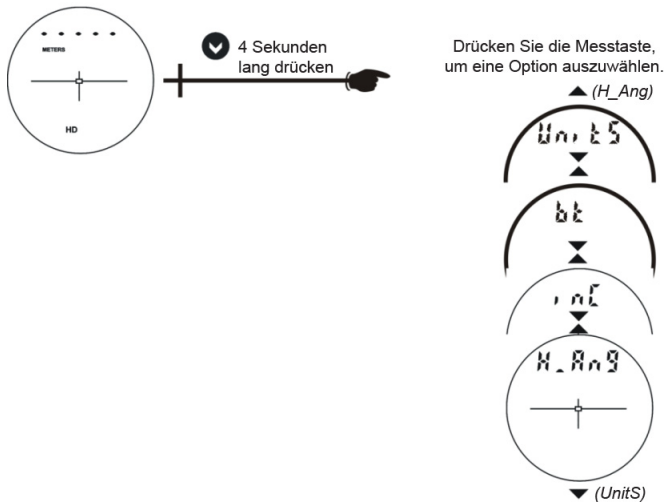

Abbildung 10
Abbildung 10 zeigt einen Überblick über den Systemsetup-Modus, der aus dem Messmodus aufgerufen werden kann. In den folgenden Abschnitten sind die einzelnen Optionen einzeln beschrieben.
1. Halten Sie im Messmodus  4 Sekunden lang gedrückt. Auf der Hauptanzeige wird „UnitS“ eingeblendet, wie in Abbildung 10 unten dargestellt.